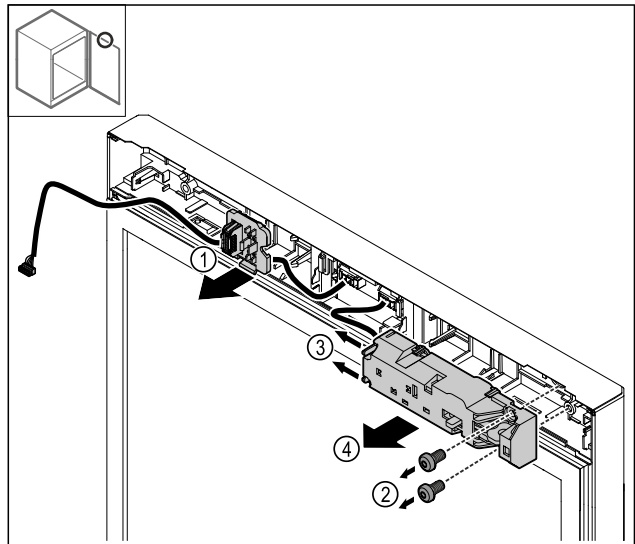

Fig. 23
- Steckerhalterung Fig. 23 (1) ausrasten.
- Schrauben Fig. 23 (2) entfernen.
- Rastnasen Fig. 23 (3) zur Seite drücken und elektrisches Schloss Fig. 23 (4) abnehmen.